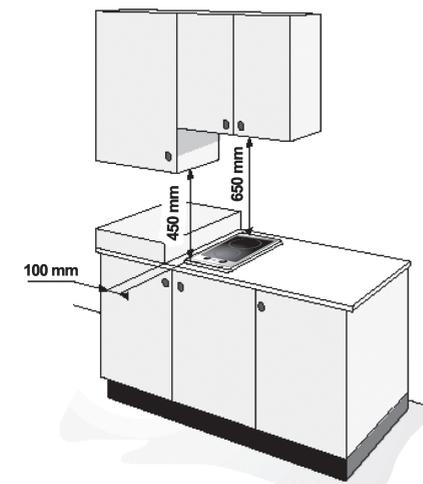

Fig. 3
- Inserire il cavo nel morsetto (Fig. 3) e collegare i fili alla morsettiera.